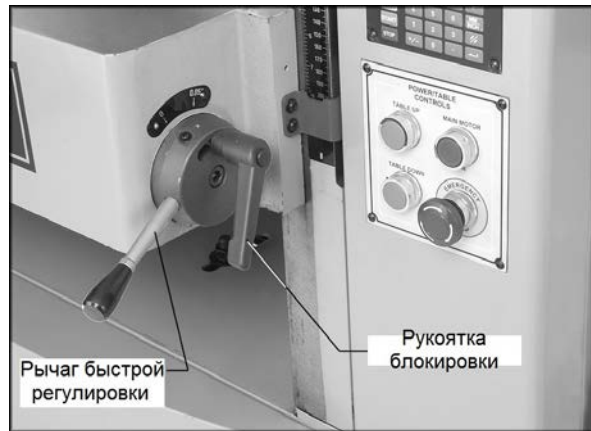

Рис. 12
Рейсмусовый станок оснащен быстрой регулировкой роликов стола. С помощью одного рычага вы можете регулировать ролики на необходимую высоту для чистовой или для черновой обработки. См. рисунок 12. Диапазон составляет от 0 до 1,27 мм.
Чтобы отрегулировать высоту роликов стола, ослабьте рукоятку блокировки (рис. 12) и поверните рычаг быстрой установки. Затяните ручку блокировки, чтобы зафиксировать настройку.
2. Ослабьте рукоятку блокировки и установите рычаг быстрой регулировки (рис. 12) в нулевое положение.